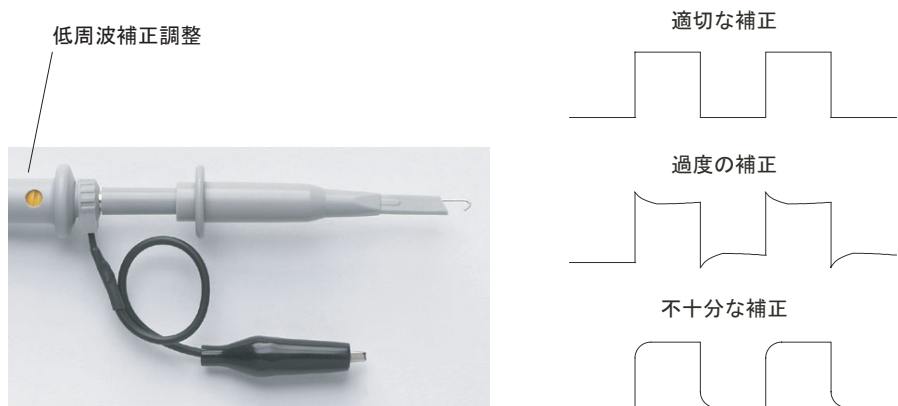

図4 低周波プローブ補正
- 4 表示された波形が図4に示す適切に補正された波形と異なる場合は、非金属製ツールを使用して、方形波ができるだけフラットになるようにプローブの低周波補正調整を調整します。